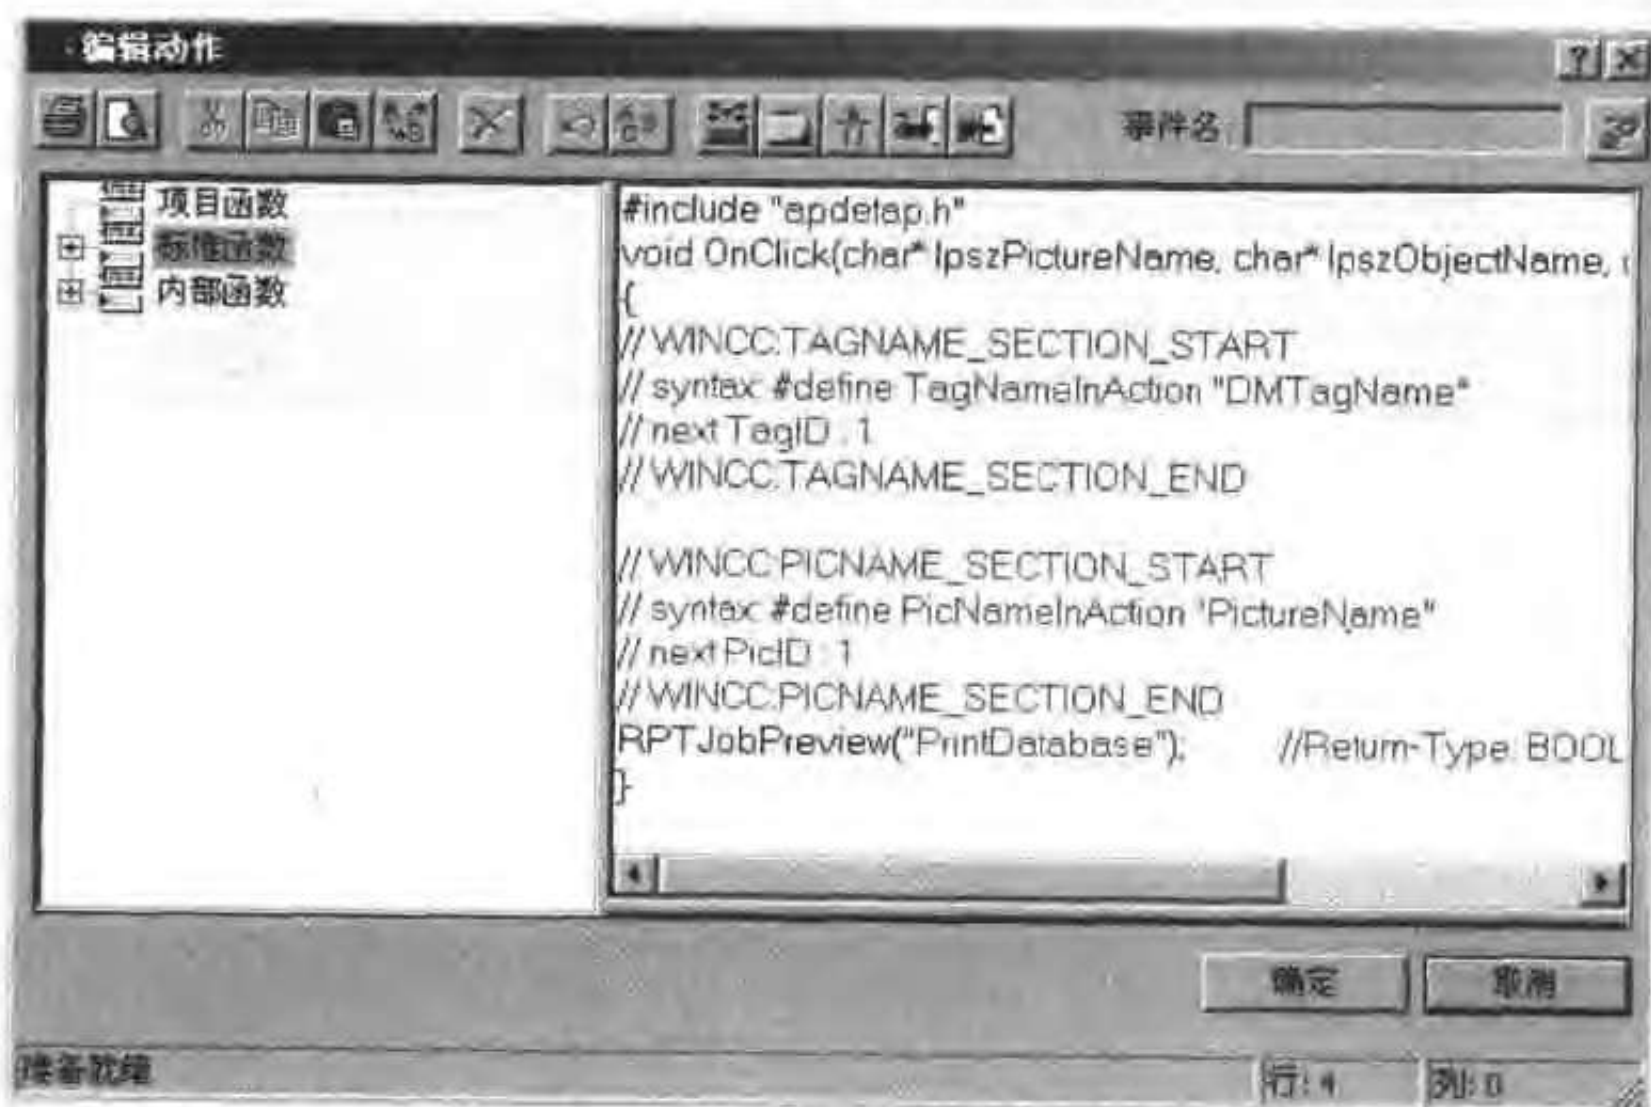

图 9-28 C 动作编辑器
- 打开该组态按钮的“属性”对话框,在“事件”选项卡中,给鼠标添加 C 动作,如图 9-28 所示。